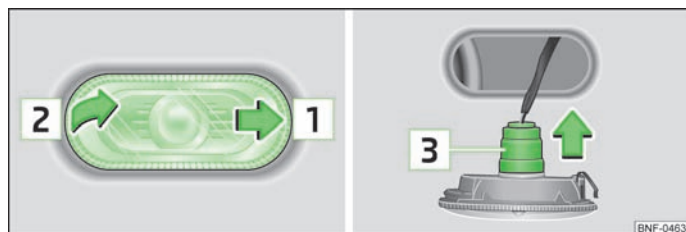

Fig. 121 Lato destro: Sostituzione della lampadina del lampeggiante
- › Spingere il lampeggiante laterale nel senso indicato dalla freccia **1** » fig. 121.